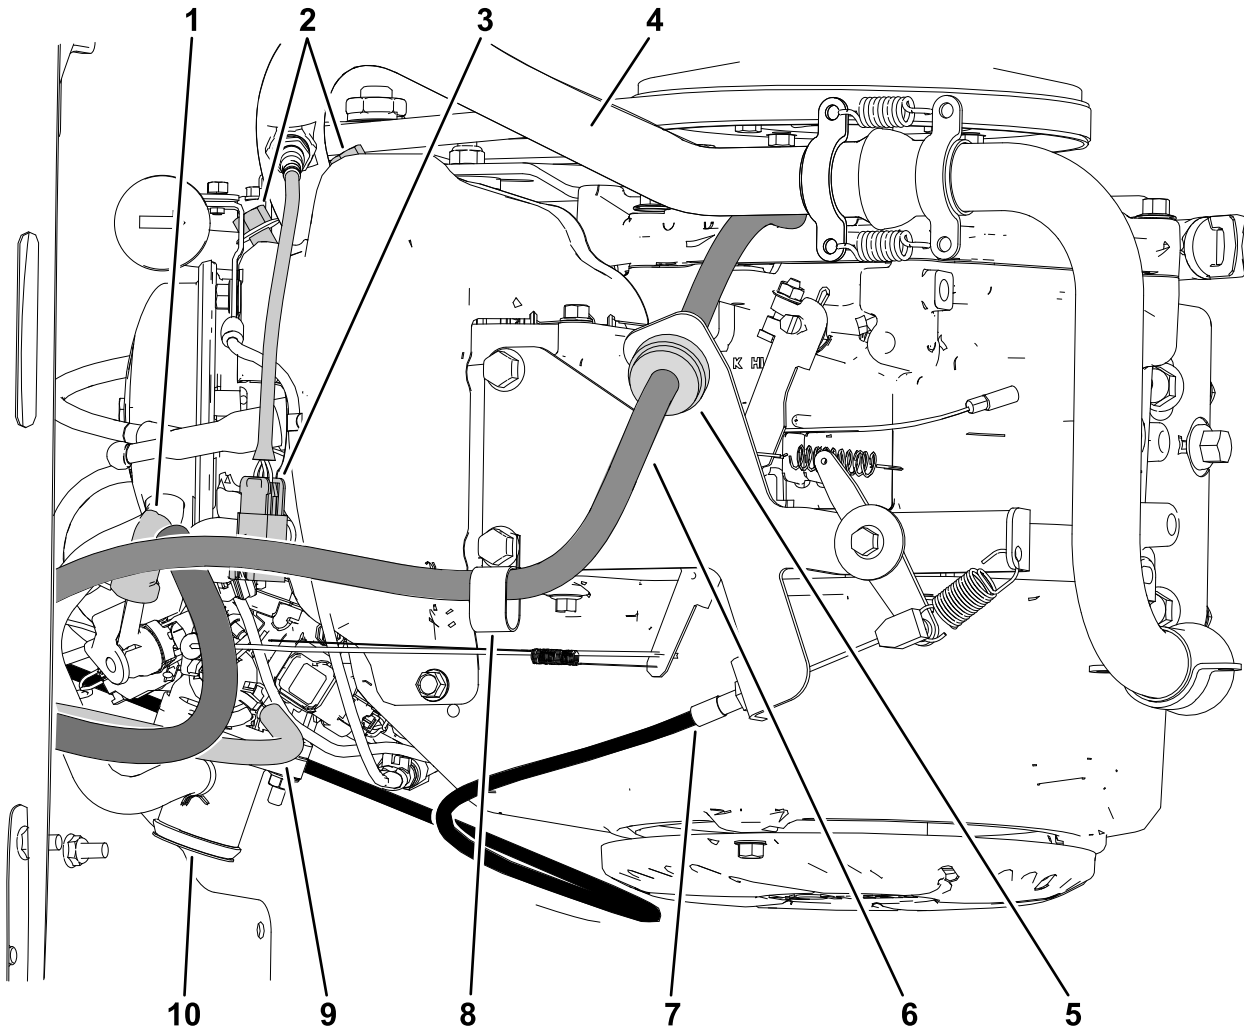

Figura 3
1. Desconecte el cable del acelerador del motor de la articulación esférica de la palanca del acelerador, y retire el cable del soporte del acelerador (Figura 3).
2. Afloje la abrazadera que sujeta la manguera de admisión de aire al motor y al limpiador de aire. Retire la manguera de admisión (Figura 3).
3. Desconecte el sensor de oxígeno del arnés de cables del motor (Figura 3).
4. Retire los 2 pernos con arandela prensada que sujetan el colector de escape y la junta. Guarde las tuercas y retire el conjunto del escape (Figura 3).
5. Desconecte las mangueras del motor con inyección electrónica de combustible (Figura 3):